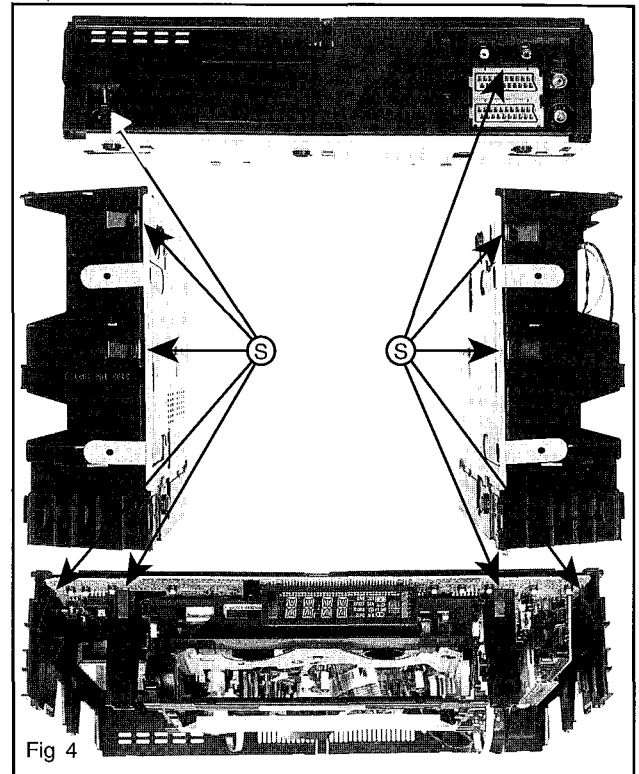

Fig 4
4. Ausbau der Kombination MOBO - Laufwerk (Fig. 3)(Fig. 4)